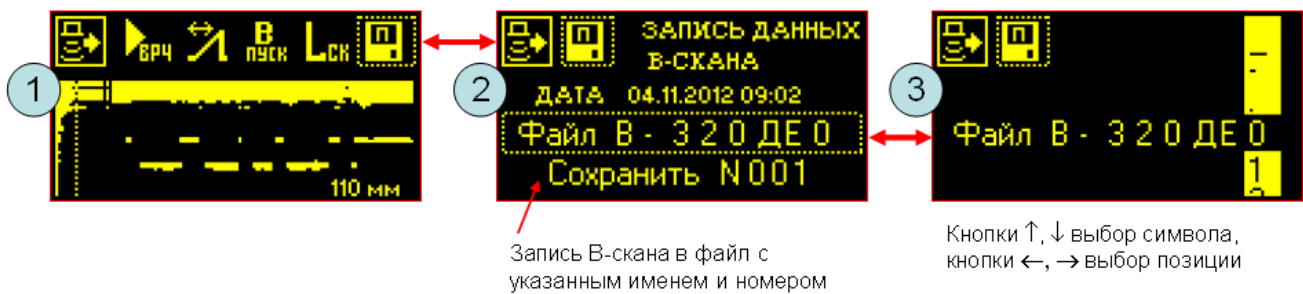

Рис.5.3.4.1. Запись В-сканов в файл.
Порядок записи В-сканов в файл демонстрирует Рис.5.3.4.1. В меню формирования В-скана (1) выберите элемент меню «Память В-скана». Прибор перейдет в меню сохранения данных В-скана в файл (2). Чтобы сохранить данные в файл выберите элемент меню «Сохранить» и нажмите кнопку «Ввод». Результаты измерения будут записаны в файл с указанным именем и номером. После записи прибор автоматически переходит в меню (1). На экран выводится сообщение «Запись В-скана ОК». Номер файла увеличивается на единицу.